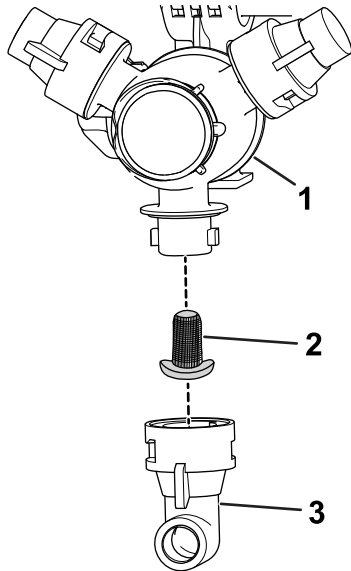

Figure 31
2. Déposez la buse de la tourelle de pulvérisation (Figure 31).
3. Déposez le filtre de buse (Figure 31).
5. Montez le filtre de buse (Figure 31).
6. Montez la buse sur la tourelle de pulvérisation (Figure 31).